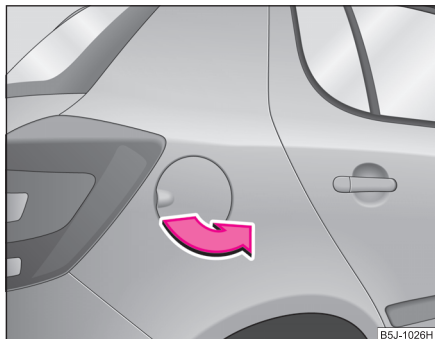

Abb. 139 Fahrzeugseite hinten rechts: Tankklappe
- Klappen Sie die Tankklappe mit der Hand auf ⇒ Abb. 139.